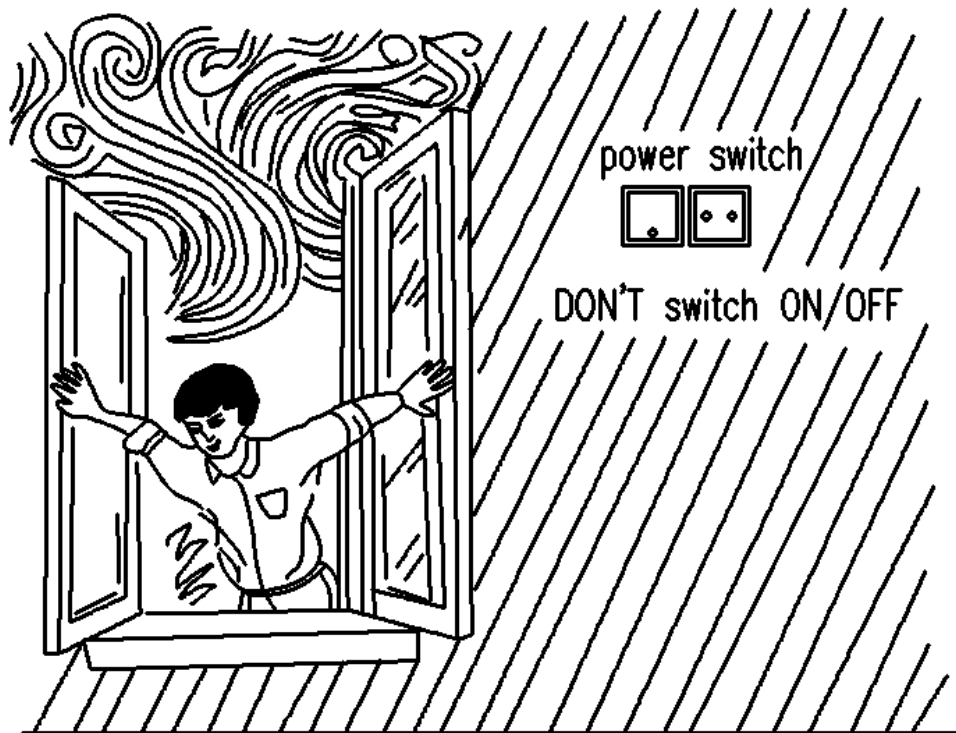

Fig.11
- En caso de fuga de gas, cierre el suministro de gas y abra las ventanas de inmediato y con cuidado. Acciones como el encendido / apagado de la energía eléctrica están estrictamente prohibidas para evitar explosiones e incendios (Fig.11).